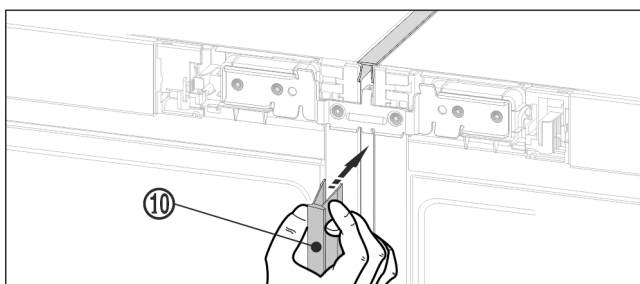

Fig. 18
- Na přední straně zatlačte dlouhou krycí lištu Fig. 18 (10) do svislé spáry. Dbejte na to, aby lišta stála na spojovacím plechu.